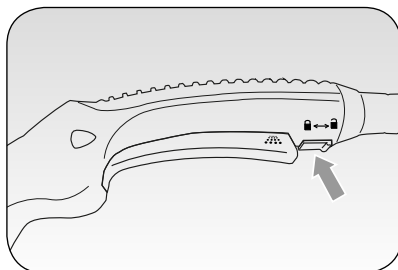

Fig. 4
Aby zapobiec przypadkowemu włączeniu podawania pary, należy przesunąć kursor blokowania/odblokowania pary (B) z dołu do góry (☐). Aby odblokować, przesunąć kursor (B) od góry do dołu (☐) (Rys. 4).